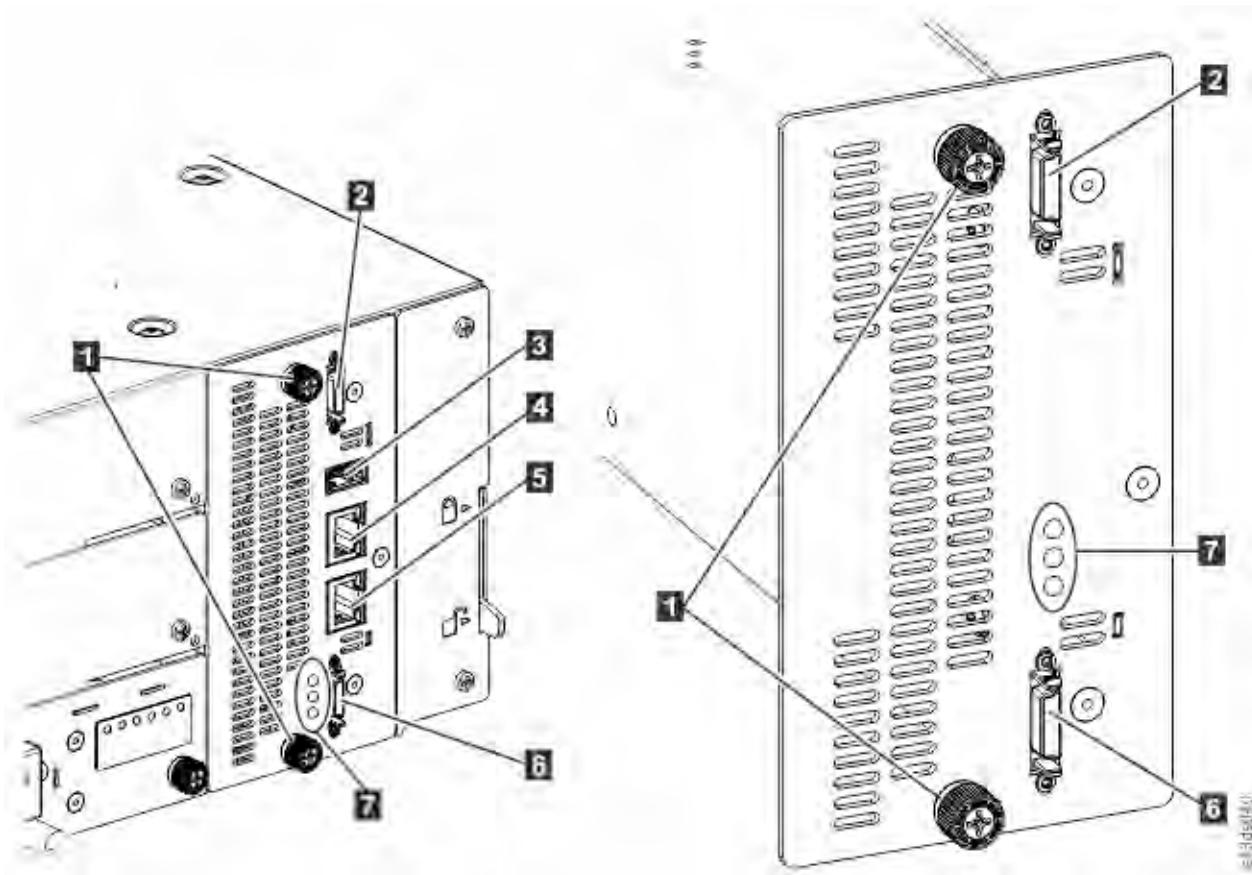

Figura 78. Componentes de la tarjeta controladora
3. Extraiga los cables Ethernet (4 y 5) y el cable USB (3), si está presente. (Un módulo de expansión no tiene puertos USB o Ethernet. Consulte Figura 78 en la página 178).
4. Afloje los dos tornillos de mariposa de color azul (1) en el controlador.
3. Apriete los tornillos de mariposa de color azul (1) con los dedos para asegurarla al módulo.
4. Sustituya los cables de interconexión de expansión (2 y 6), el cable o cables Ethernet (4 y 5), y el cable USB (3) que se han eliminado anteriormente. (Un módulo de expansión no tiene puertos USB o Ethernet. Consulte Figura 78 en la página 178).